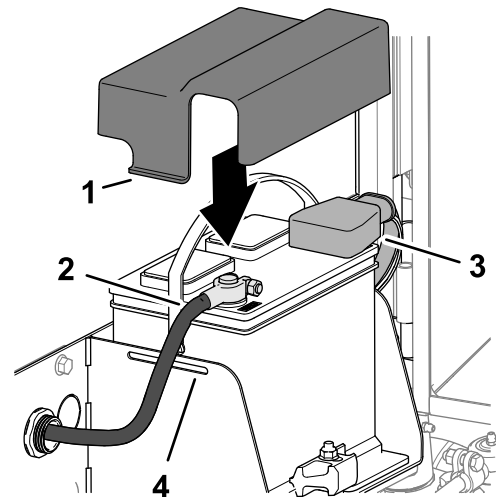

Figura 128
1. Montați cablul pozitiv al bateriei (rou) la borna pozitivă (+) a bateriei (Figura 128).